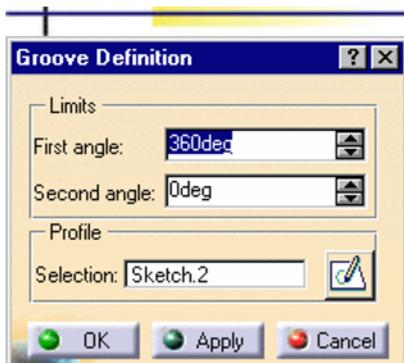

Fig.21. Dialogul **Groove Definition**
- În fereastra de dialog **Groove Definition** se introduc parametri doriti (fig.21);